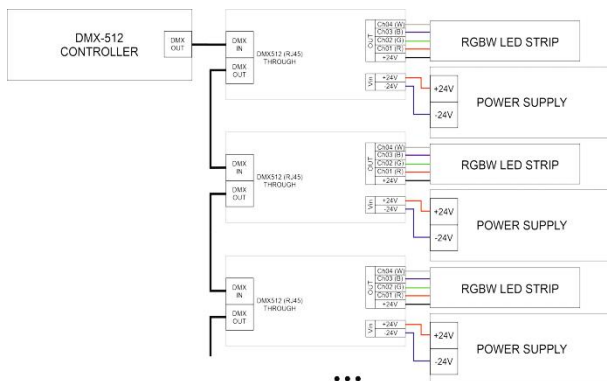

Рисунок 2. Схема подключения диммера
- 4.3. Подключение диммера к DMX контроллеру производить в соответствии со схемой подключения (см. рисунок 2).